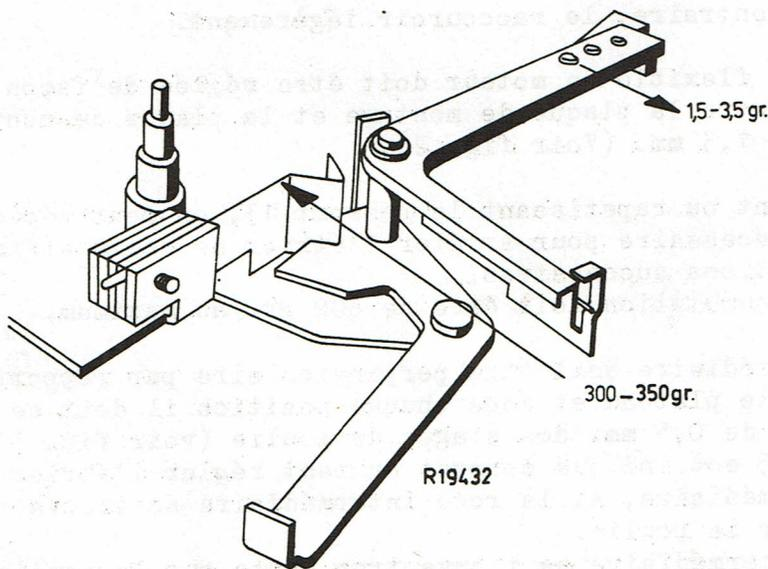

Fig.6
9. Dans la position en-circuit de l'appareil la pression du ressort contre la manette de commutation 35 doit être comprise entre 300 et 350 gr. Ceci doit être mesuré dans la courbure du ressort d'arrêt 32 suivant la figure 6. La manette de commutation doit être bloquée pendant la mesure.